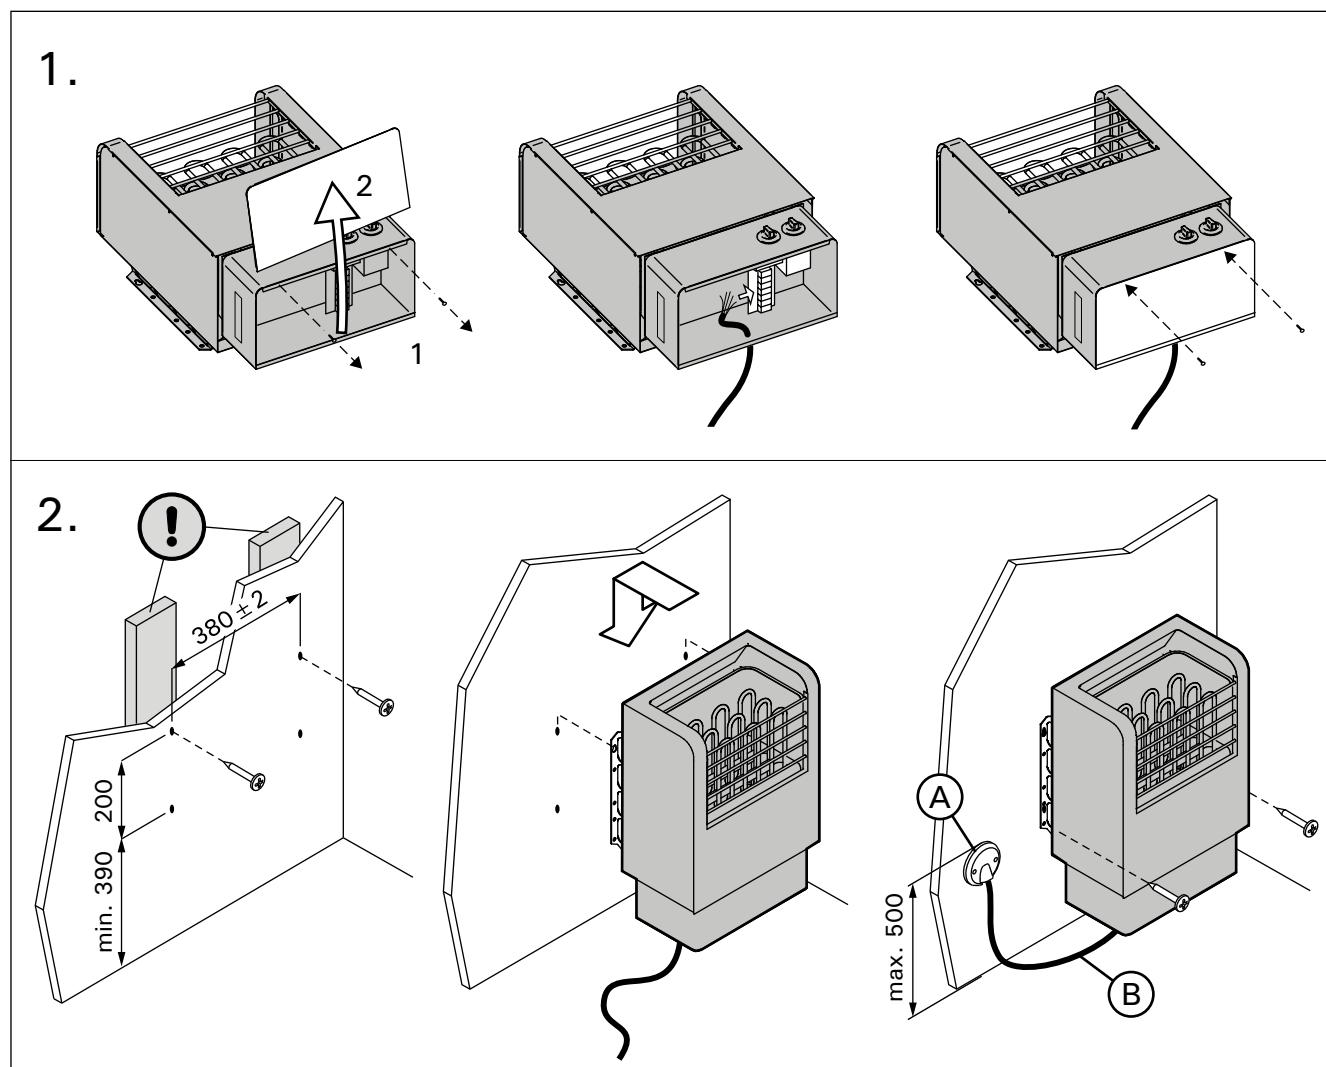

Рисунок 8. Крепление каменки к стене (все размеры приведены в миллиметрах)
См. рис. 8.
- Каменка гибким проводом подсоединяется к соединительной коробке (рис. 8: А) на стене сауны. Соединительная коробка должна быть брызгозащищенной и находиться на расстоянии не выше 500 мм от пола.
- В качестве кабеля (рис. 8: В) следует использовать резиновый кабель типа HO7RN-F или подобный. **ВНИМАНИЕ! Использование кабеля с ПВХ-изоляцией запрещено вследствие его разрушения под воздействием тепла.**